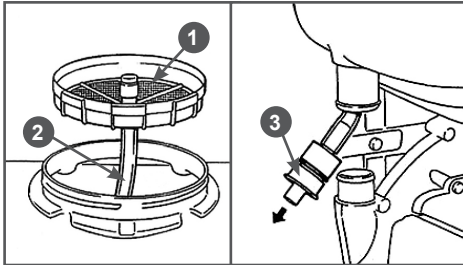

Рис. 11 Удаление шланга с редуктором из бака
4. Открутите крышку бака, потяните сетчатый фильтр 1 (Рис. 11) вверх и отсоедините шланг 2 от фильтра. Вытолкните редуктор 3 из бака и извлеките его вместе со шлангом.